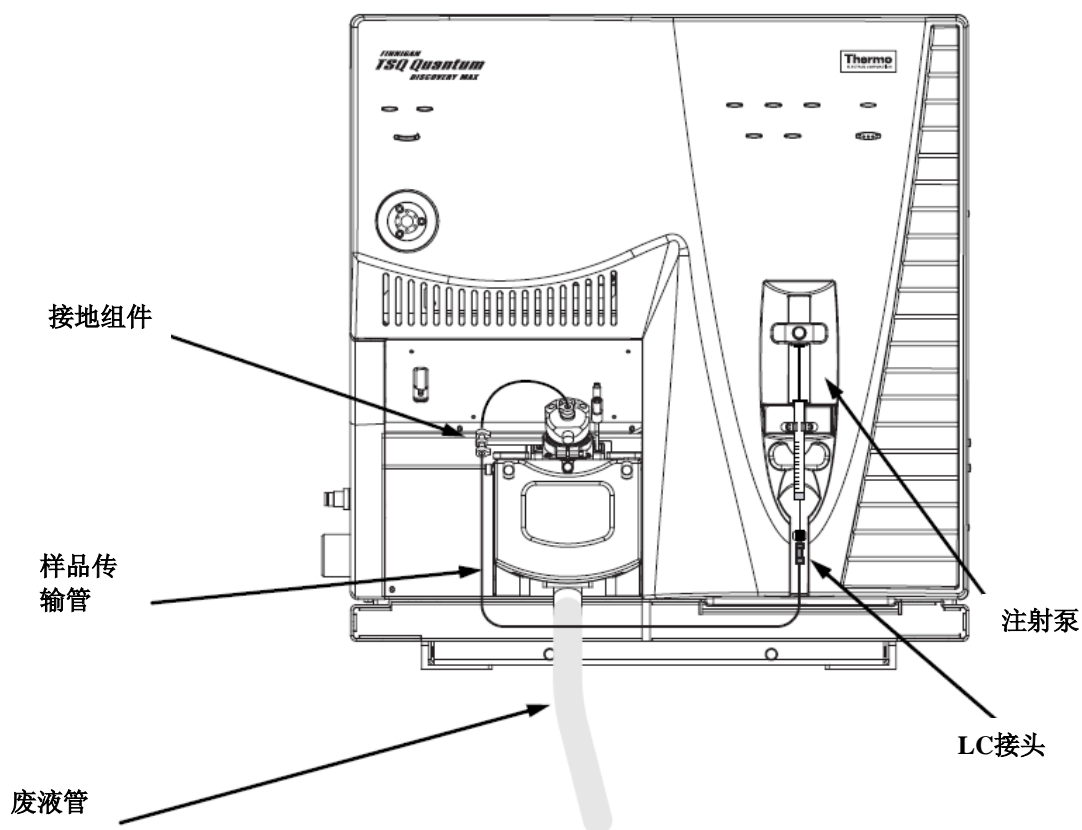

图3-1. 用注射泵直接引入样品的ESI/MS管路连接图
注射泵位于TSQ Quantum Discovery MAX质谱仪的前面板上。图3-1显示的是从注射泵向ESI/MS引入样品的管路连接图。
1. 在注射器接头组件上的LC接头和离子源上的接地接头之间安装样品传输管。(图3-1)